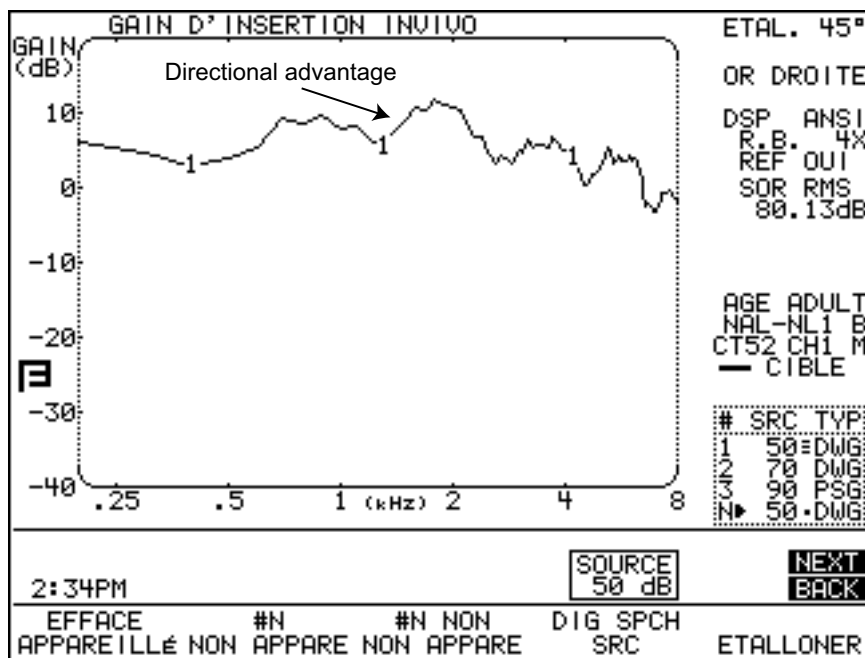

Figure 5.4.5C—La quantité d'amplification fournie par les microphones directionnels.
13. Appuyez sur [NEXT] pour entrer dans l’écran de Gain d’Insertion. La courbe de mesure affichée est la différence entre “de face” et la mesure “inversée”, c’est à dire l’avantage d’amplification fourni par les microphones directionnels de l’appareil auditif. Voir la figure 5.4.5C.